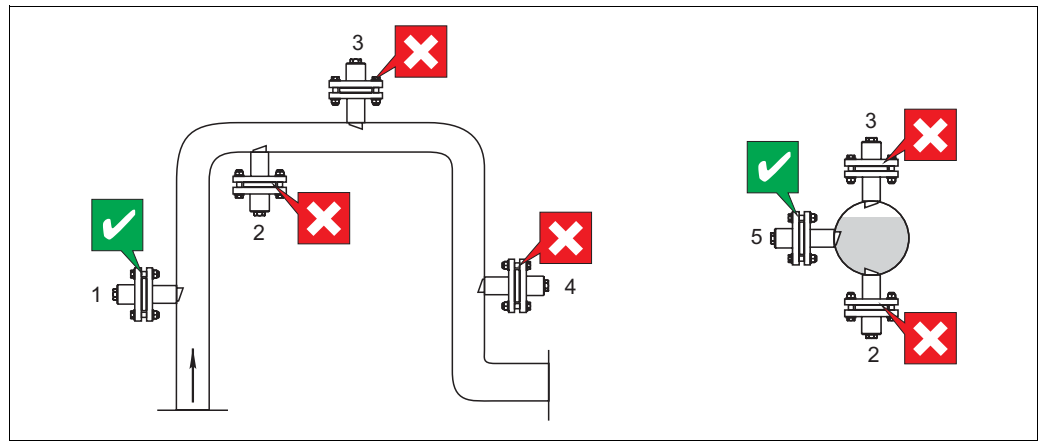

Fig. 6 : Positions de montage du CUS31 (avec adaptateur CUA120-A/B ou avec sonde rétractable CUA451)
- L'emplacement idéal est sur une conduite montante (→ Fig. 6, pos. 1). Il est également possible de monter le capteur sur une conduite horizontale (pos. 5).
- N'installez pas le capteur à un endroit où des bulles d'air ou de la mousse (pos. 3) peuvent s'accumuler, ni là où des particules solides peuvent décanter (pos. 2).
- Evitez de le monter dans une conduite descendante (pos. 4).